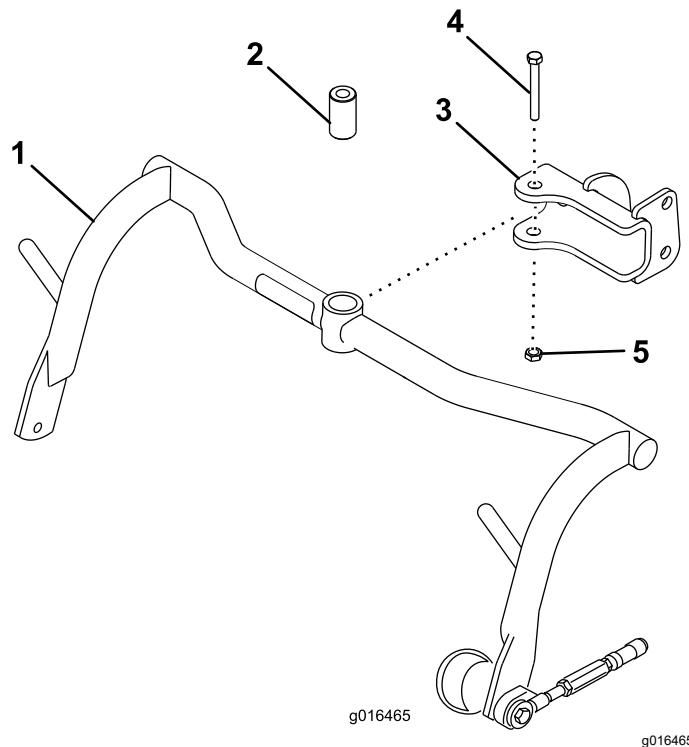

Figura 6
1. Monte um conjunto de estrutura de suporte em cada manilha com um espaçador e parafuso (½ pol. x 3¼ pol.); consulte Figura 6. Aperte com 91 a 113 N·m.